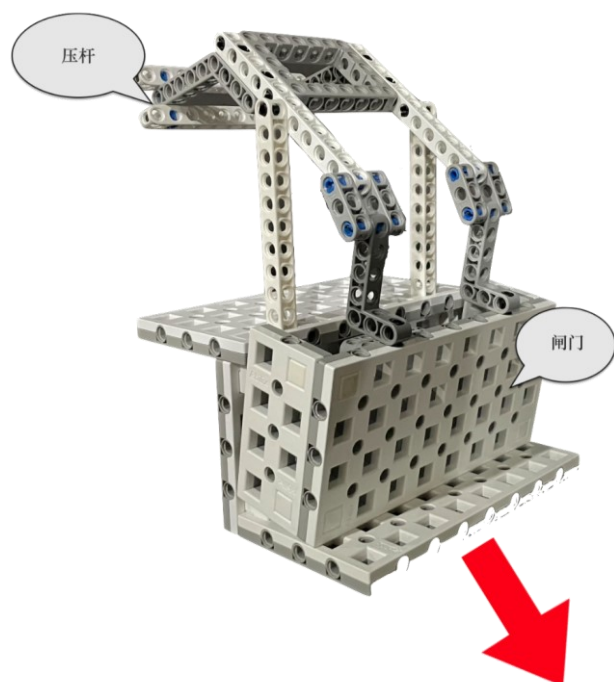

图 1-8-1：任务初始状态
1.8.1 开采矿石的初始位置为可变位置 A、B、C、D、E，红色箭头为正面朝向，方向是固定的，位置是可变的，如图 1-8-1 所示；